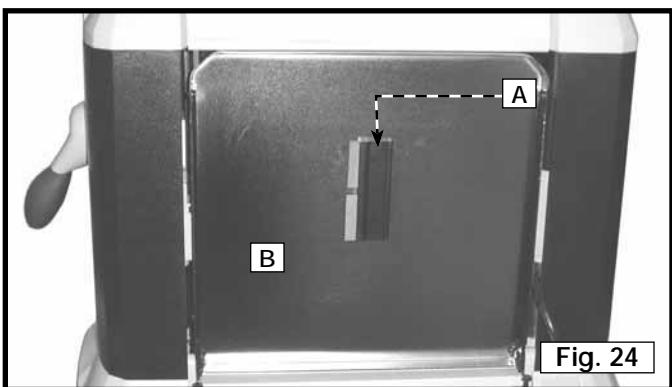

Fig. 24
La herramienta de transferencia de cuchillas (A) Fig. 24, suministrada con su acepilladora, puede ser almacenada fácilmente debajo de la extensión de la mesa de salida (B) cuando no se encuentre en uso. Una tira de Velcro está suministrada sobre la herramienta y por debajo de la mesa para dicho propósito.